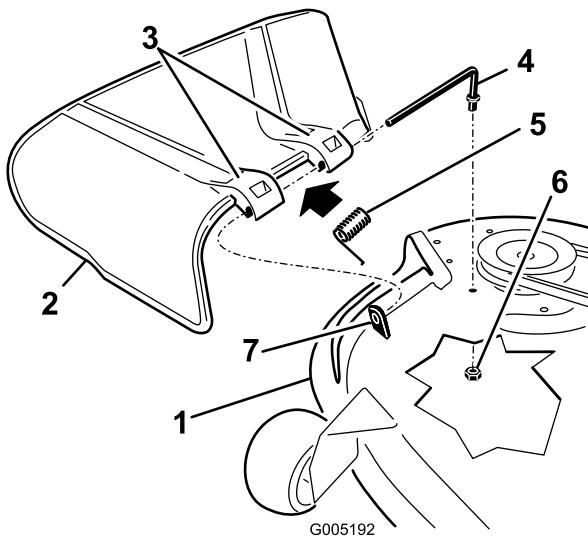

Figure 67
- Repérez les éléments illustrés à la Figure 67.
2. Retirez l'écrou (3/8 po) de la tige, sous le tablier de coupe (Figure 67).
3. Sortez la tige de la courte cheville de positionnement, du ressort et du déflecteur d'herbe (Figure 67). Enlevez le déflecteur s'il est endommagé ou usé.
4. Remettez en place le déflecteur d'herbe (Figure 67).
6. Placez le ressort sur la tige, les fils d'extrémité dirigés vers le bas, entre les supports du déflecteur d'herbe. Insérez la tige dans le deuxième support du déflecteur d'herbe (Figure 67).
7. Insérez la tige à l'avant du déflecteur dans la courte cheville de positionnement sur le tablier. Fixez l'extrémité arrière de la tige dans le tablier de coupe à l'aide d'un écrou (3/8 po) (Figure 67).